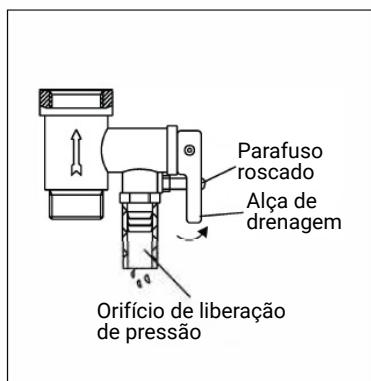

Fig. 6
- Desaparafuse o parafuso da válvula de segurança multifuncional e levante a alça de drenagem. (Ver fig.6) para secar a água dentro do tanque.